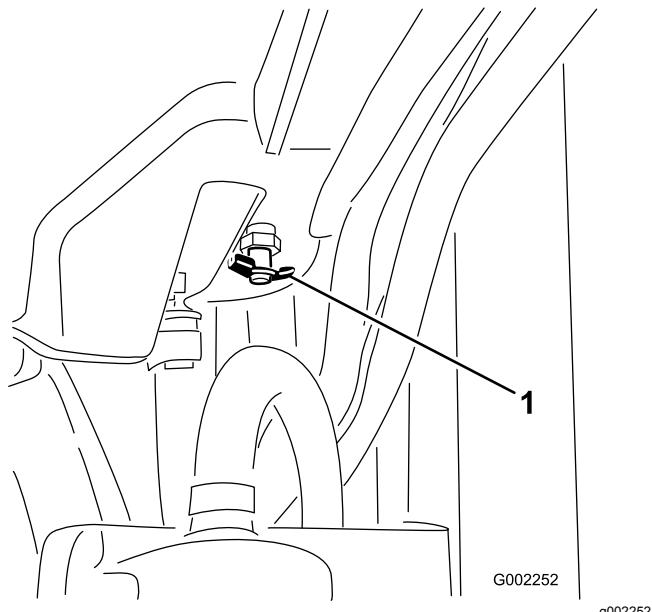

图 87
- 打开排放阀将冷却液排到盘中图 87。
- 关闭排放阀图 87。